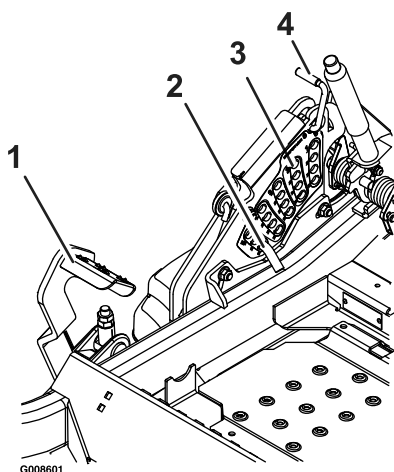

Figura 16
4. Eleve la plataforma a la posición de transporte de 14 cm (5 1/2 pulgada) y bloquéela en esa posición (Figura 16).